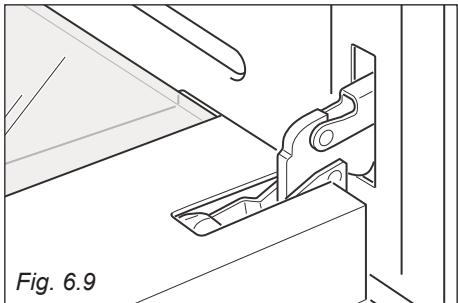

Fig. 6.9
- Ouvrez la porte à fond (fig. 6.9).